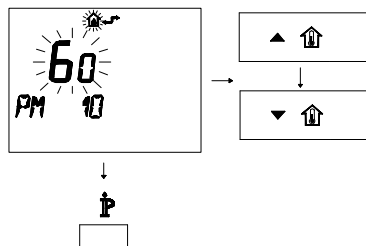

Figura 5.43
- Per modificare il SET programmato agire sui pulsanti ▲⏮ o ▼⏭ e aspettare che il numero programmato cominci a lampeggiare (Figura 5.43).